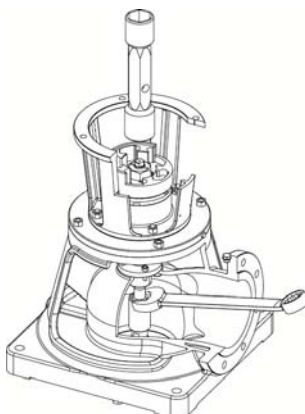

Abbildung 13
- Einen Gabelschlüssel in die flachen Einkerbungen der Antriebswelle **O** und einen Rohrschlüssel **P** auf die Stellmutter stecken (Abb. 13). Welle **O** still halten, den Schlüssel **P** so drehen, dass die Antriebswelle.